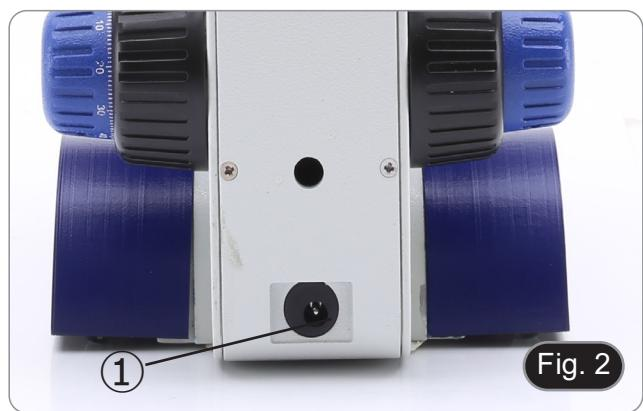

Fig. 2
4. Insira o plugue da fonte de alimentação no conector ① na parte traseira do microscópio. (Fig. 2)